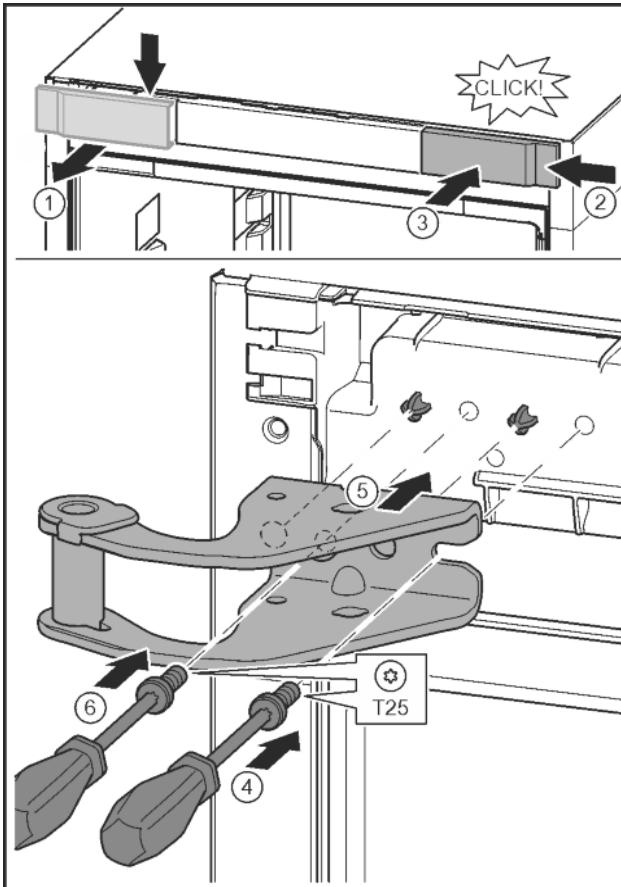

Fig. 12
- Отпустить крышку и снять сбоку. Fig. 12 (1)
- Навесить крышку, повернув ее на 180°, справа с другой стороны. Fig. 12 (2)
- Крышку зафиксировать. Fig. 12 (3)
- Установить винт отверткой T25. Fig. 12 (4)
- Установить верхний опорный кронштейн. Fig. 12 (5)
- Затянуть винт. Fig. 12 (4)
- Вставить и затянуть винт отверткой T25. Fig. 12 (6)